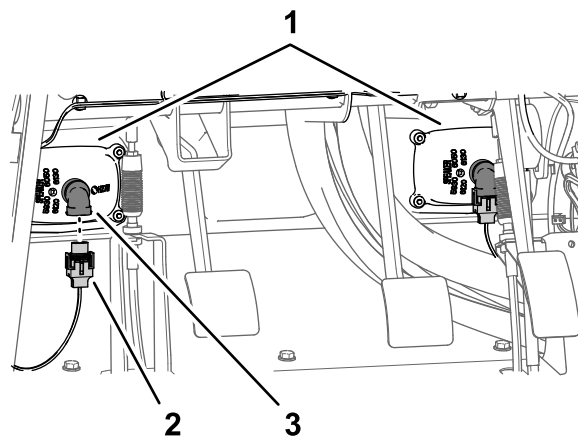

图 214
3. 从左、右大灯的 2 针接头连接机器线束的 2 个电气接头 2 插槽 图 214。
1. 将内挡泥板罩与左上和左下机架管对齐 图 214。